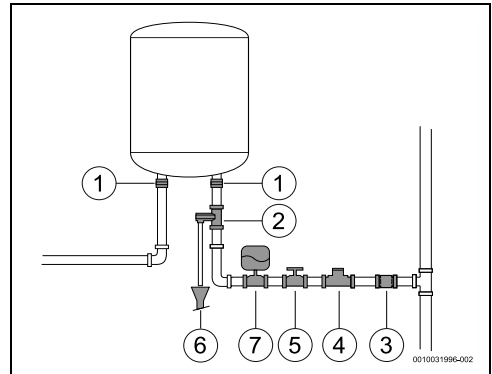

Fig. 13
- ▶ Închideți armătura de închidere a apei (→ Fig. 13, [5]).
- ▶ instalați o supapă reductoare (Fig. 13, [4]). Supapa de preaplin este activată întotdeauna atunci când presiunea apei de la nivelul rezervorului depășește 8 bar (± 1 bar), iar apa evacuată trebuie să fie eliminată.
- ▶ Instalați un vas de expansiune (Fig. 13, [7]) pentru a evita deschiderea supapei de preaplin în mod frecvent. Volumul vasului de expansiune trebuie să fie echivalent cu 5% din volumul aparatului.